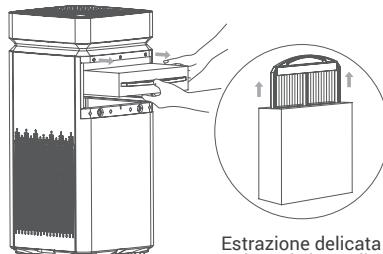

Fig. 2
2. Estrarre delicatamente il filtro attivo ad elettrodi dal contenitore di polistirolo. Se qualche residuo di polistirolo dell'imballo rimane sui filtri lamellari, rimuoverlo prima di installare i filtri lamellari (Fig 2).